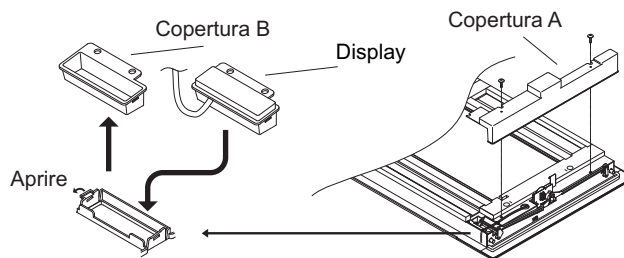

Fig. 3-13
- (1) Togliere la copertura A dal lato posteriore del pannello.
- (2) La copertura B è inserita nella copertura A: aprire la copertura A e togliere la copertura B come mostrato in Fig. 3-13. Togliere il nastro che tiene in posizione la copertura B.
- (3) Montare il display nel pannello.
- (4) Far passare il cavo isolato del display attraverso l'apertura nel pannello. Usare il foro nella piastra e un morsetto per fissare il cavo in posizione.
- (5) Rimontare la copertura.